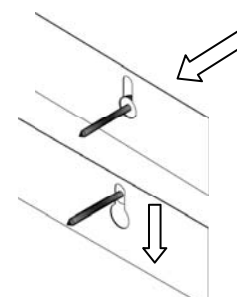

Figure 4
**ÉTAPE 3:** Positionnez les encoches en trou de serrure situées à l'arrière de la tablette de cheminée sur les vis. Tirez la tablette de cheminée vers le bas pour l'asseoir en place, tel qu'illustré à la **Figure 4**.